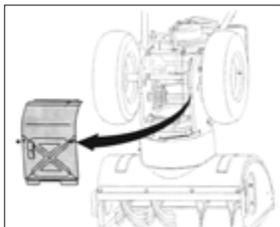

Рис. 34
5. Осторожно поверните снегоборщик вверх и вперед так, чтобы он опирался на корпус шнека. Снимите кожух коробки передач с нижней стороны снегоборщика, открутив два винта (рис. 34).